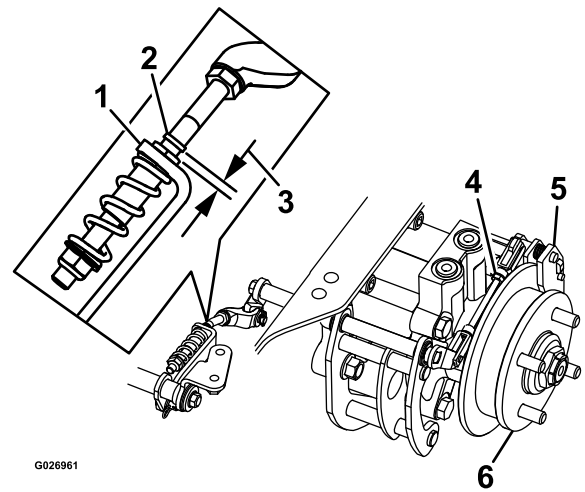

Figura 87
7. Compruebe si hay un espacio visible entre la escuadra y el tope del acoplamiento (Figura 87).